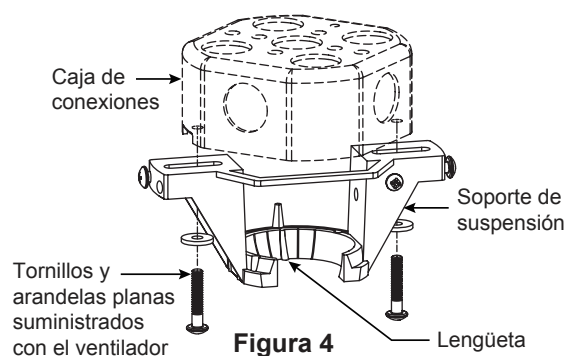

Figura 4
- ☐ 4. Afloje los dos tornillos de fijación del soporte del barral de soporte para techo a través de la varilla. Introduzca los cables de color negro, blanco y azul a través de la varilla. (Figura 4)
- ☐ 4. Alinee las tres ranuras de la cubierta con los tres tornillos de acoplamiento del motor. Fije adecuadamente la carcasa de la cubierta al motor con tornillos retirados previamente. (Figura 4)
2. Fije adecuadamente el soporte colgante a la caja de empalme del techo que sea aceptable para el soporte del techo. Usando los tornillos de la caja de conexiones #8-32 y las arandelas planas suministrado con el ventilador. (Figura 4)
**NOTA:** Se deben pasar los tornillos de la caja de conexiones a través de los orificios que se encuentran en el soporte de suspensión. (Figura 4)
- ☐ 4. Con cuidado, levante el ventilador y apoye la unidad del barral/de la semiesfera en el soporte de suspensión que acaba de fijar a la caja de conexiones. (Figura 5) Asegúrese de que la ranura en la semiesfera esté alineada con el reborde del soporte de suspensión. (Figura 4)